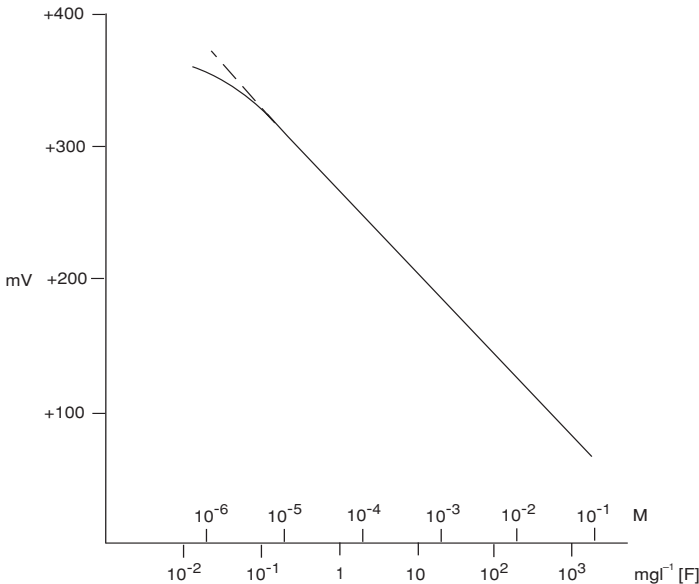

Fig. 3.1 Graphique d'étalonnage de l'électrode au fluorure de modèle 8001
- 4) Préparer un graphique d'étalonnage en traçant des potentiels sur l'axe linéaire ou sur du papier quadrillé logarithmique/linéaire (voir Fig. 3.1).